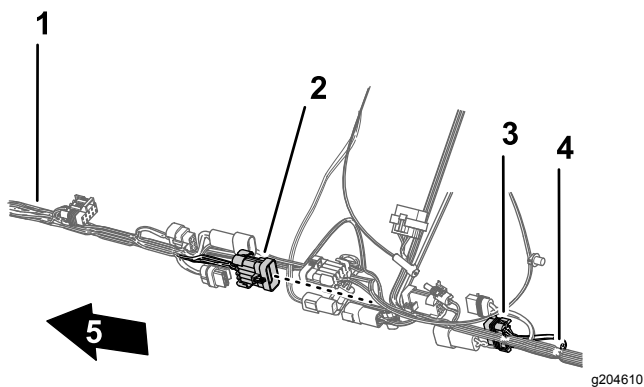

Figure 91
6. Branchez le connecteur à 10 broches du faisceau avant pour l'interconnexion du faisceau du pulvérisateur au connecteur à 10 douilles du faisceau arrière pour l'interconnexion du faisceau du pulvérisateur (Figure 91).